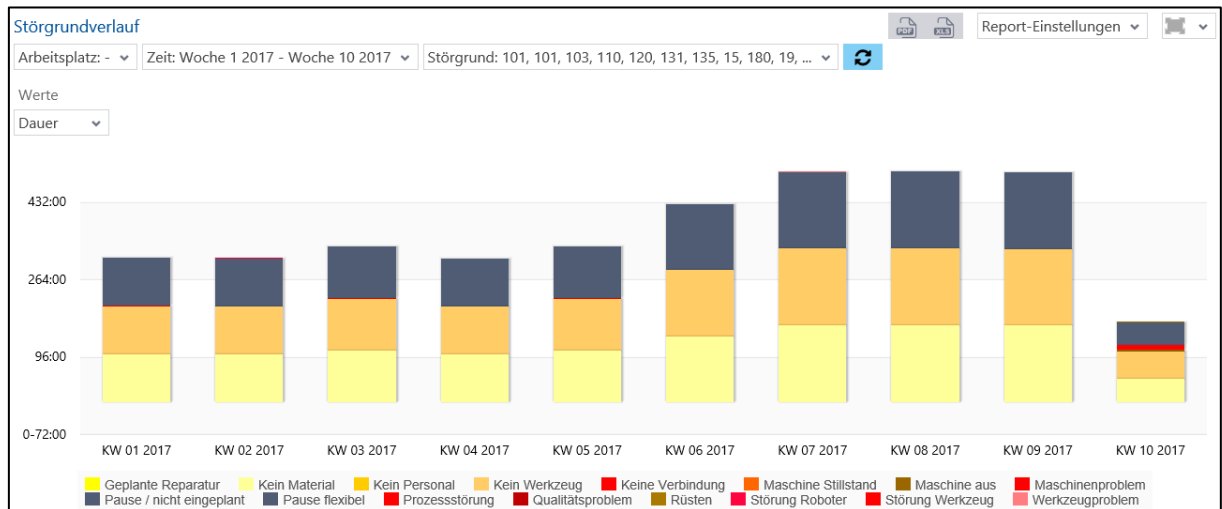

Bild 150: Störgrundverlauf als Säulendiagramm
- Störgrundverlauf als Säulendiagramm (Bild 150):